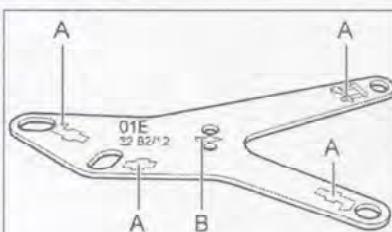

Рис. 7.180. Закрепите вертикальные элементы (A) согласно меткам на выверочной доске.
13. Закрепите вертикальные элементы (A) согласно меткам на выверочной доске (рис. 7.180).